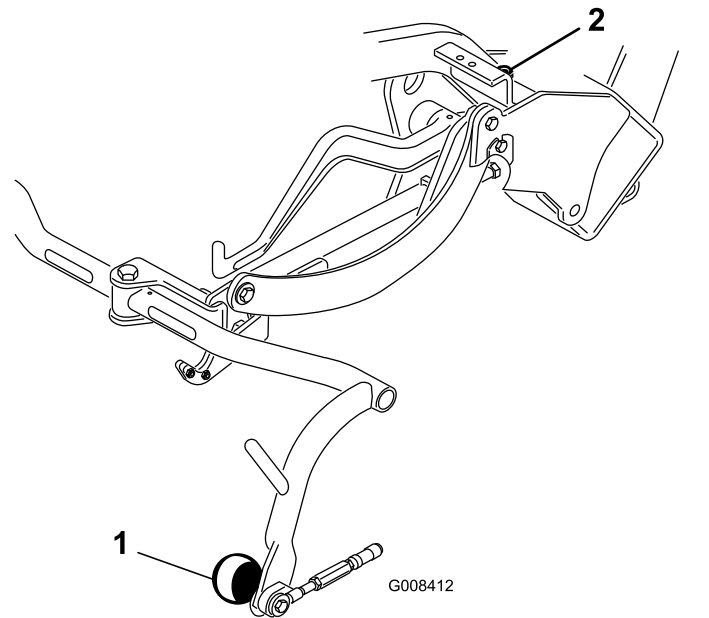

图 9
4. 如果必须调节间隙应拧松承载架限位螺丝上的锁紧螺母图 9 上下旋转螺丝以升起或放低承载架。拧紧锁紧螺母固定调整。